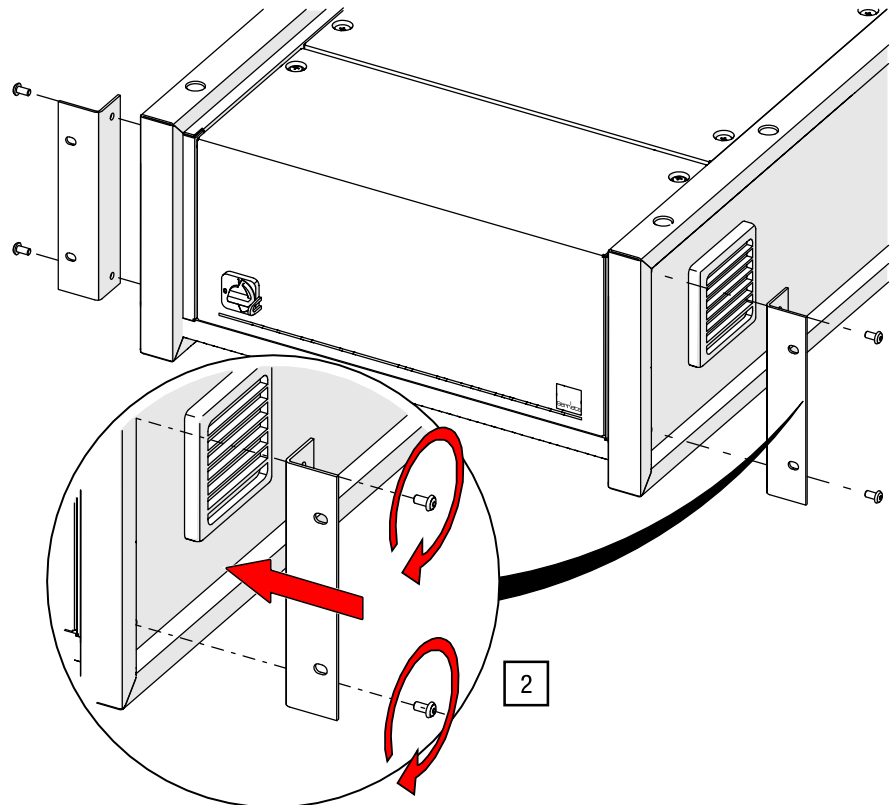

Abb. 94: Rack-Montagewinkel anschrauben (Steuerungsmodell kann abweichen)
- Rack-Montagewinkel anschrauben 2. Schrauben Sie die Montagewinkel mit den Innensechskantschrauben auf beide Seiten der Steuerung G-FRAME fest (siehe Abb. 94).